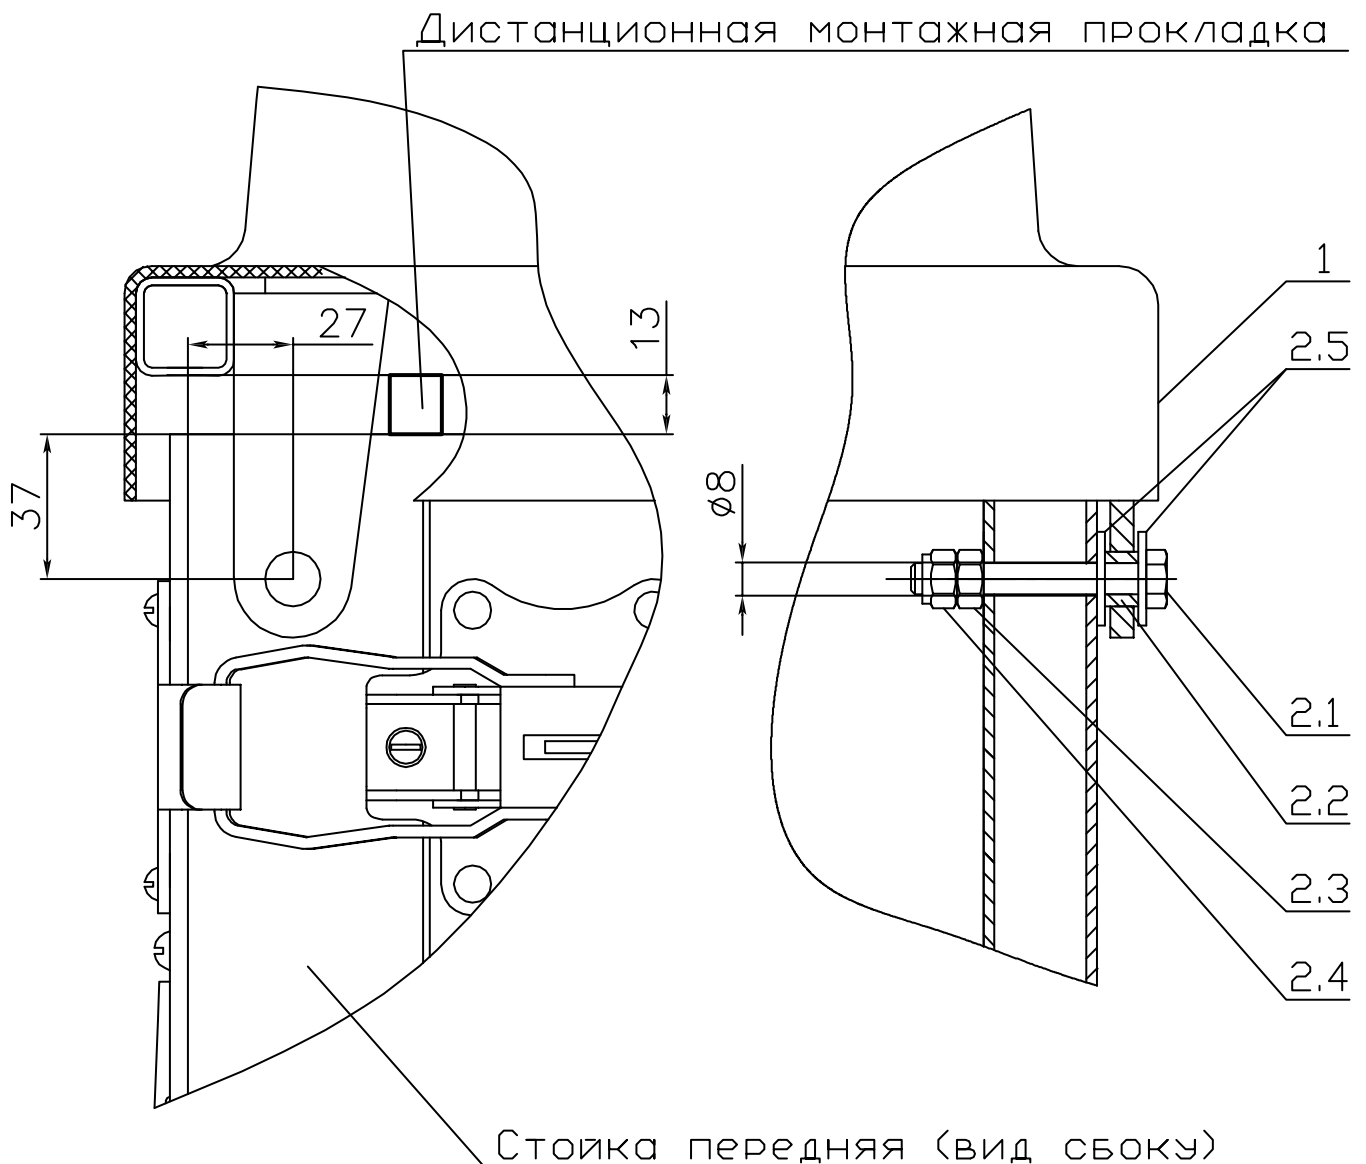

Рисунок 1.
3. Приподнять переднюю часть крышки и положить между боковым бортом прицепа и боковой частью рамки крышки дистанционные монтажные прокладки толщиной 13мм (рис. 1).
4. Сдвинуть крышку так, чтобы центры отверстий петель оказались в 27 мм. от края передней стойки, как показано на рис. 1.
6. Вставить в петли крышки втулки 2.2 и просверлить через них отверстия $\varnothing 8$ мм, в передних стойках прицепа (рис. 1).
7. Установить в соответствующем порядке втулку 2.2, шайбы 2.5, болт 2.1 и гайки 2.3 и 2.4 как показано на рис. 1.